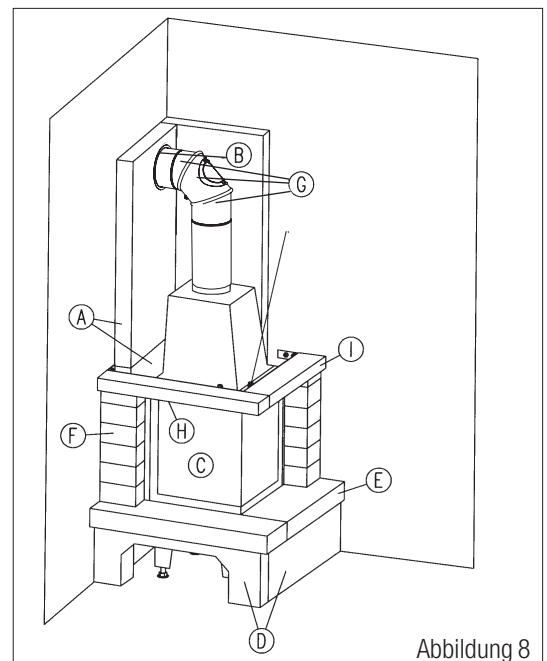

Abbildung 8
- 10.2 Legen Sie den Obersims auf den Auflagerahmen und die Seitenteile ohne Spezialsilikon auf. Achten Sie bei dem Auflegen des Obersimses auf einen allseitigen gleichmäßigen Überstand. Die Fugen des Obersimses werden zur Wand mit dem Spezialsilikon versiegelt. (Abb. 8)